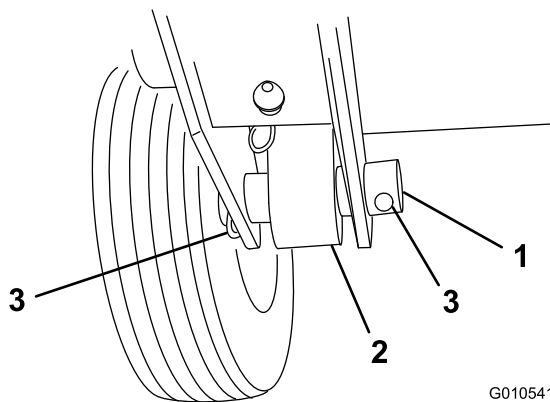

Figure 3
2. Entretoise (2)
5. Fixez l'arrière du bras de relevage au vérin de relevage au moyen d'un axe de pivot et de 2 goupilles fendues (fournis avec le groupe de déplacement) (Figure 3).